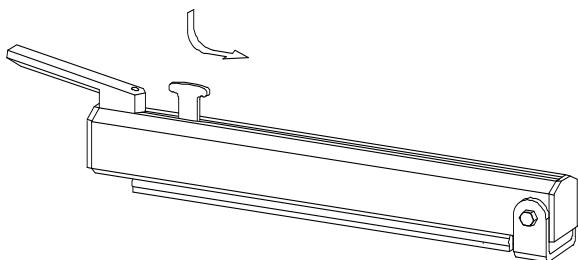

Fig.1
3. Folię można obciąć. W tym celu należy wcisnąć czerwony uchwyt noża i przejechać nim wzdłuż ramienia, w czasie, gdy ramię urządzenia jest opuszczane (Rys. 1).
3. Обрезание пленки производится нажатием на красный держатель ножа с последующим его перемещением вдоль рычага, находящегося в нажатом положении (рис. 1).